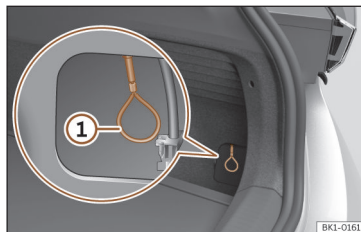

Fig. 62 Desbloqueio de emergência do conector de carregamento.
- Puxe o laço para desbloqueio manual de emergência >>> **Fig. 62** ①. Pode retirar-se o conector de carregamento >>> ⚠.